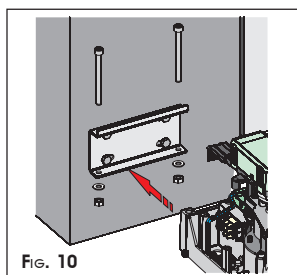

Fig. 10
④ Positionner l'opérateur sur la patte qu'on vient de fixer avec les deux vis M8x100 et les écrous correspondants fournis (Fig.10).